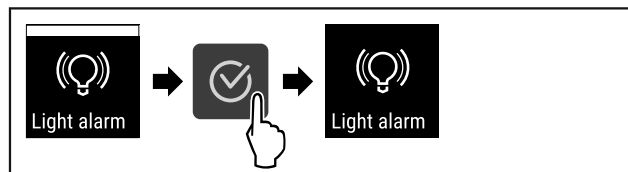

Fig. 99
- ▶ Vykonajte kroky akcie (pozri Fig. 99) .